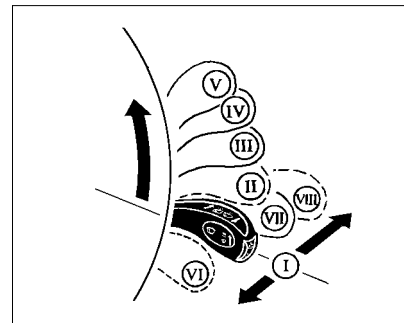

Рис. 35. Переключатель стеклоочистителей
**I** (рис. 35) – **нейтральное положение.** Очистители и омыватели стекол выключены.